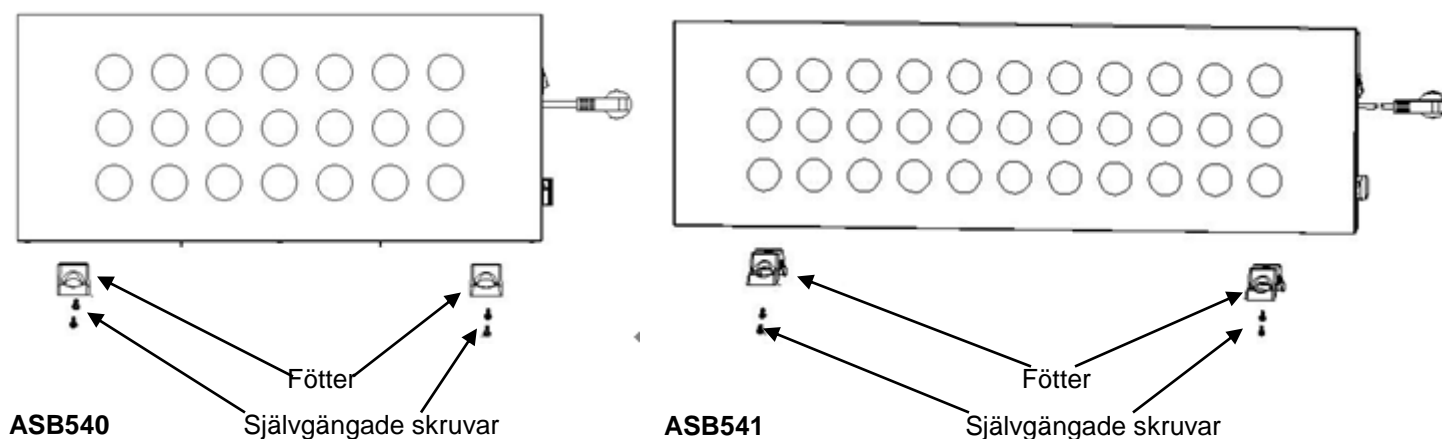

Fig. 1
- Sätt fast i värmeelementets bas med de 4 medföljande självgängade skruvarna, se till att de kommer på rätt plats i bottenändan utav värmeelementet. Se fig.1